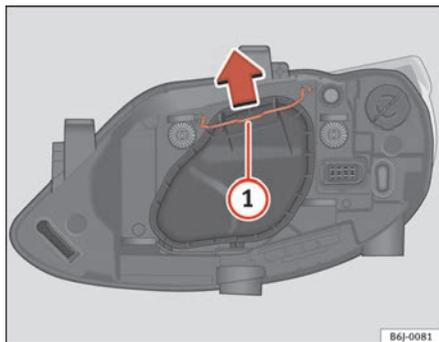

Fig. 141 Luz de cruce/carretera fano simple
- Desplace el tirante ⇒ fig. 141 (1) en el sentido de la flecha y saque la tapa.